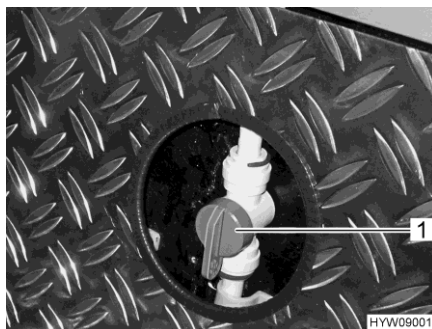

Bild 172 Tillloppsventil (uppvärmning av det bakre lastutrymme)
- Ställ handtaget (Bild 172,1) på tillförselventilen för uppvärmning av bakre lastutrymme parallellt till värmeledningen. Värmen för bakre lastutrymme arbetar nu med maximal prestanda.
- Ställ handtaget (Bild 172,1) på tillförselventilen för uppvärmning av bakre lastutrymme i valfritt ställning. Varmvattenfördelningen för det bakre lastutrymme kan på det här sättet regleras steglöst.
- Ställ in handtaget (Bild 172,1) på tillförselventilen för uppvärmning av bakre lastutrymme tvär till värmeledningen. Värmen för det bakre lastutrymme är nu avstängd.